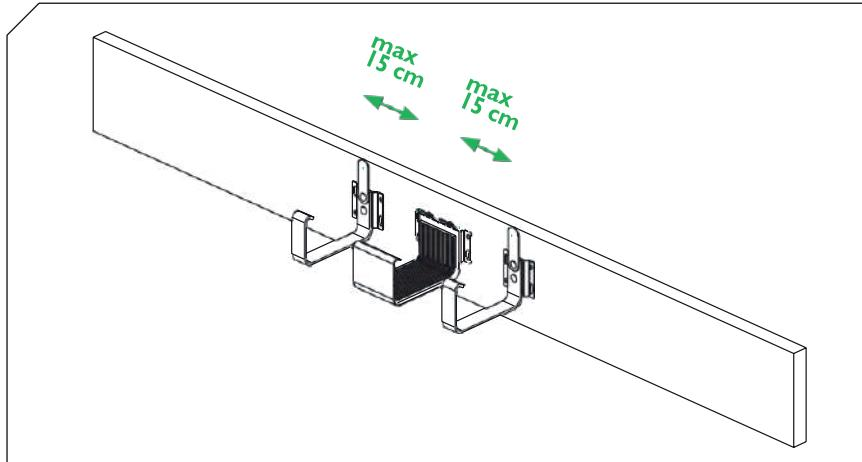

Рисунок 4
2.3 Длястыковки желобов кронштейны следует устанавливать с двух сторон на расстоянии 15 см от соединителя желоба (Рисунок 4)